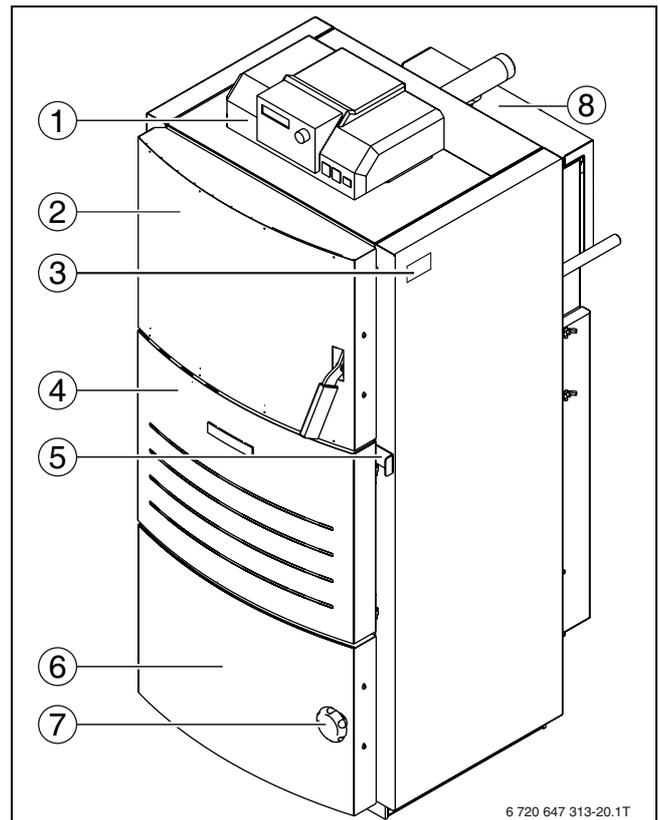

Fig. 1 Elementi di comando della caldaia
**PERICOLO:** Pericolo di lesioni a causa dell'elevata temperatura del collettore fumi (→ fig. 1, [7], pag. 7)!